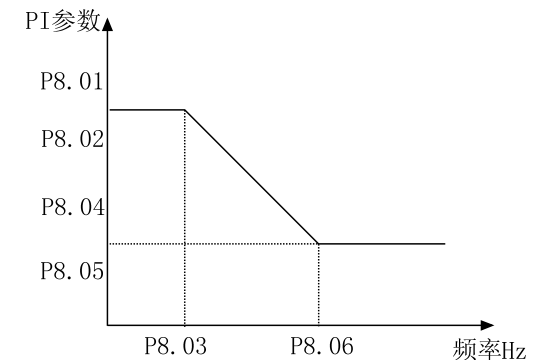

图 5-8-1 PI参数示意图
- ◆ P8.01和P8.02为运行频率小于切换频率1 (P8.03) 时PI调节参数。P8.04和P8.05为运行频率大于切换频率2 (P8.06) 时PI调节参数。处于切换频率1和切换频率2之间的频率段的PI参数，为两组PI参数线性切换，如图5-8-1